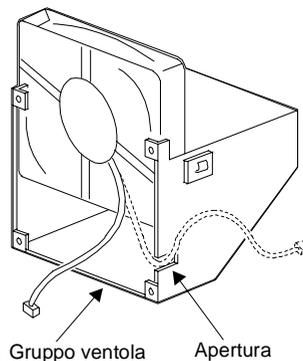

Figura C-3. Sostituzione della ventola e del cavo della ventola
11. Inserire una nuova ventola nel gruppo ventola. La ventola deve essere posizionata con il cavo vicino all'apertura. Vedere Figura C-3. L'etichetta deve essere rivolta verso il pannello posteriore.